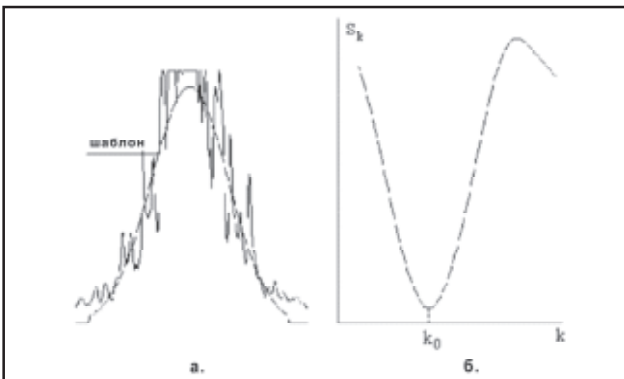

Рис. 4. Размещение замещающего шаблона на поле реального сигнала по критерию минимума квадрата разности (норма 2) – а: функция квадрата разности – б.
Некоторое значение  $K_0$ , минимизирующее функцию  $S_k$  в (2), (3) и максимизирующее в (4) соответствует величине сдвига шаблона, при котором достигается максимальное сходство между шаблоном и реальным изображением зонда рис. 4...6. Параметр  $\beta$  определяется из выражения: